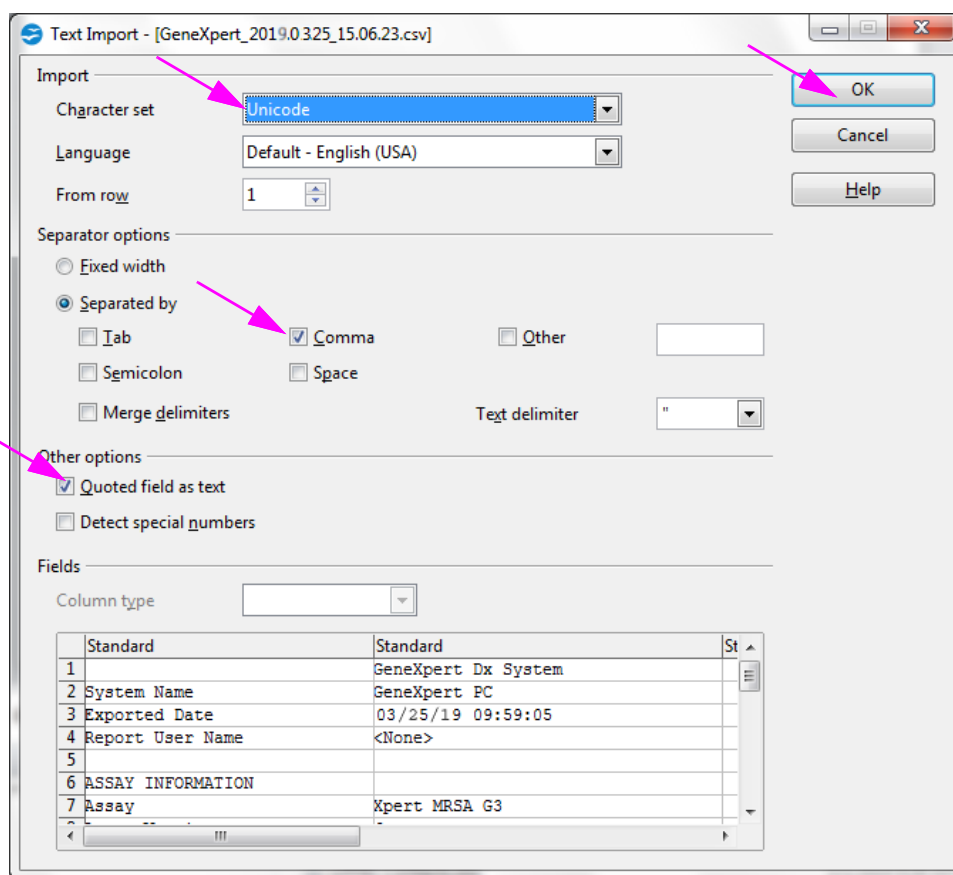

图 5-64. 含有选中的新设置的 Text Import（文本导入）屏幕
- 2. Text Import（文本导入）屏幕将会出现。在此屏幕上，验证已选中 **Comma（逗号）** 和 **Quoted field as text（作为文本引用的字段）** 左侧的复选框。参见图 5-64。